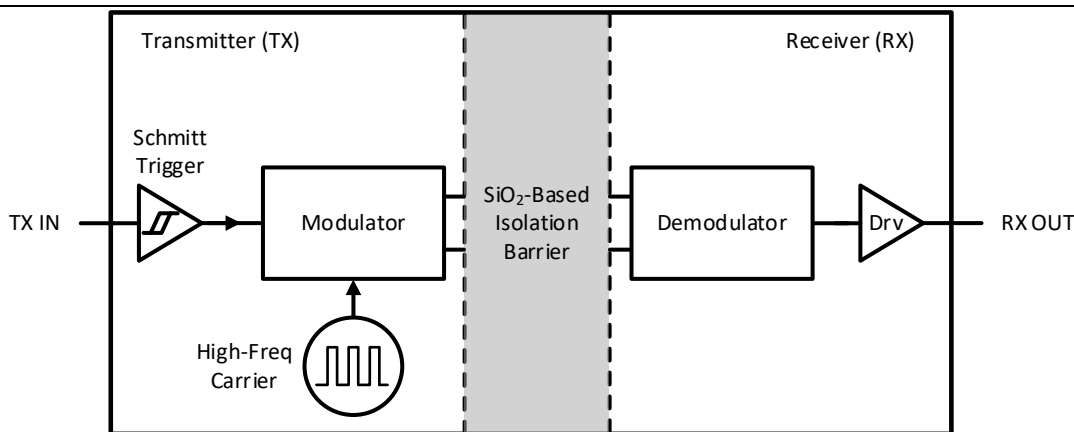
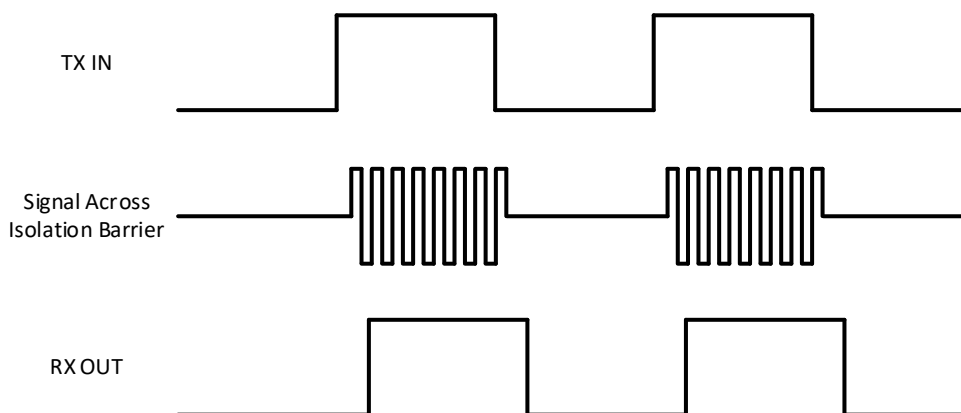

图 8-2 隔离通道的框图
图 8-3 OOK 调制方案的工作波形示意图
CA-IS1204 器件通过使用简单的开关键控 (OOK) 调制方案在基于二氧化硅的隔离层之间传输数字位流。该隔离层支持高低压域之间高达 5000 V_{RMS} 的电气隔离。隔离通道的框图如图 8-2 所示。如图 8-3 所示，当数字位流为高电平时，发射机 (TX) 通过高频载波对其进行调制，当数字位流为低电平时则不调制。接收机 (RX) 解调通过隔离层的信号并将其准确地恢复成数字位流。隔离通道采用全差分电容耦合架构，对共模瞬态噪声不敏感，因此可以最大化 CMTI 性能。该结构和相关电路同时提供低辐射和高磁场抗扰度。